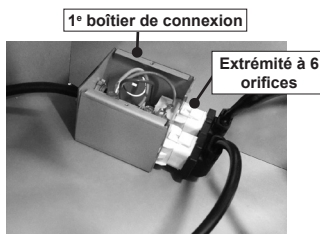

FIGURE 15
3. Branchez le câble sortant du 2e boîtier de connexion à l'extrémité à 6 orifices du 1er boîtier de connexion. Branchez le câble sortant du boîtier noir de la carte électronique à l'extrémité à 9 orifices du 1er boîtier de connexion (Figure 15).